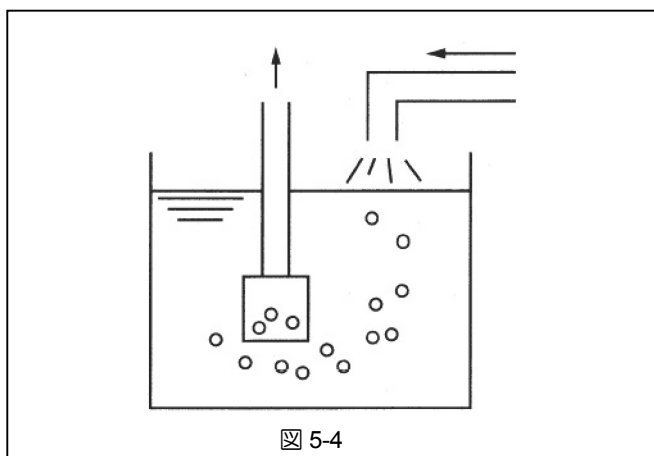

図 5-4
- (3) 吸込槽への液投入口近くに吸込管を設けますと、5.1.1.(3)と同様に、液面位置によってはポンプが気泡を吸込み、揚水不能の原因となることがあるので、気泡を吸込まない位置へ吸込管を設置してください。(図 5-4)